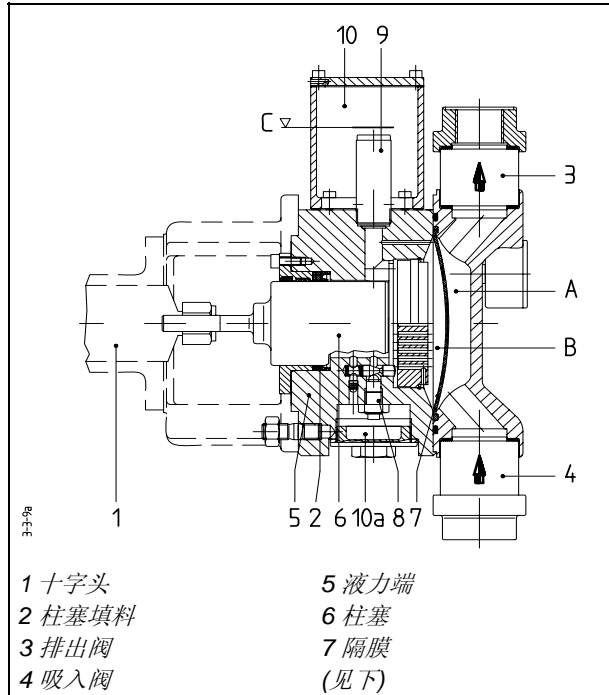
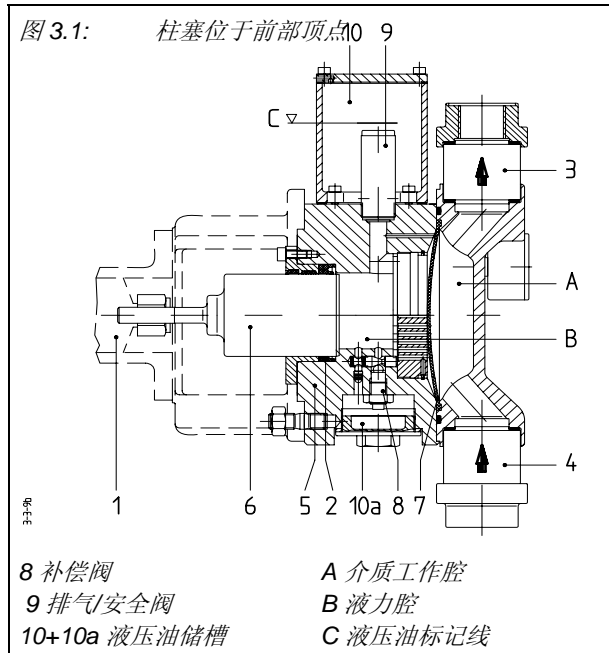

图 3.1: 柱塞位于前部顶点
图 3.2: 柱塞位于后部顶点
位于柱塞(6)和液力端(5)之间的柱塞填料(2)使液力腔(B)得以密封与大气隔绝。隔膜(7)将液力腔(B)与介质工作腔(A)分隔开,它将柱塞的往复运动传递到流体介质上。自动吸入阀(4)和排出阀(3)的开启与关闭由介质工作腔与吸入及排出管线的压力差来驱动。柱塞(6)与十字头(1)相连(见图 3.1 和 3.2)。
- **吸入冲程:** 从前部顶点(图 3.1)到后部顶点(图 3.2)的运动。
- **排出冲程:** 从后部顶点(图 3.2)到前部顶点(图 3.1)的运动。